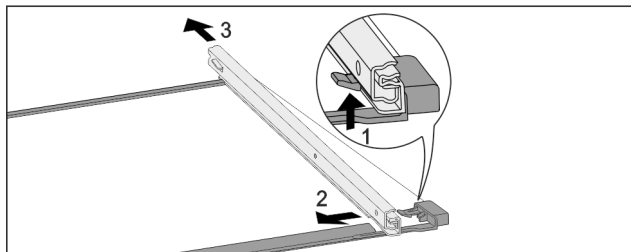

Fig. 164 Skleněná deska s kolejničkami
- ▶ Přední aretační háček zatlačte nahoru. Fig. 164 (1)
- ▶ Výsuvnou kolejničku vysuňte stranou Fig. 164 (2) a dozadu Fig. 164 (3).